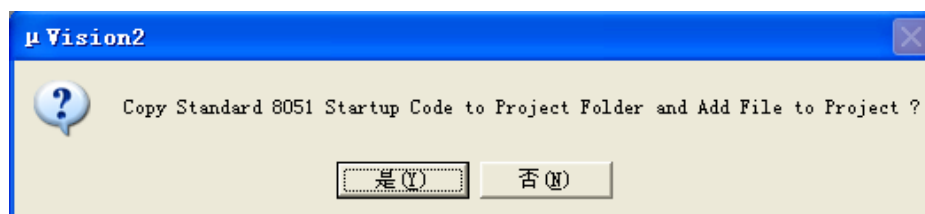

图 2-6
(3) 完成上一步之后点击确认。有可能会出图 2-6 的对话框，其意思是把标准 8051 的启动代码复制到本工程中去，你只需要“N（否）”就可以了。